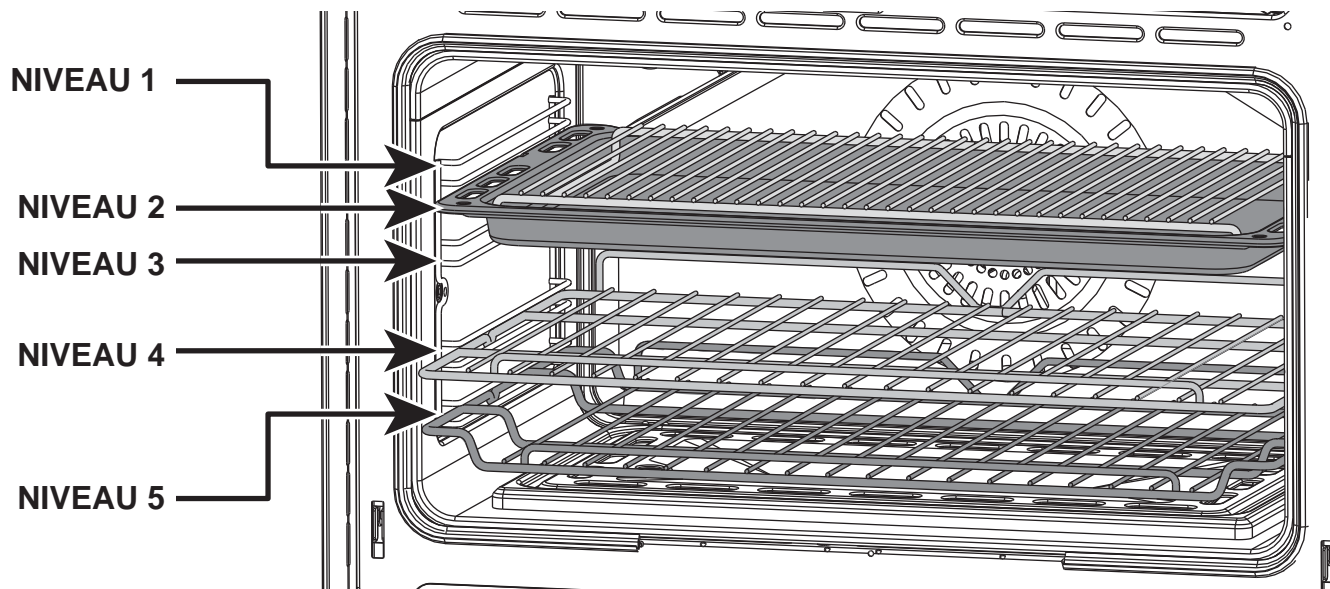
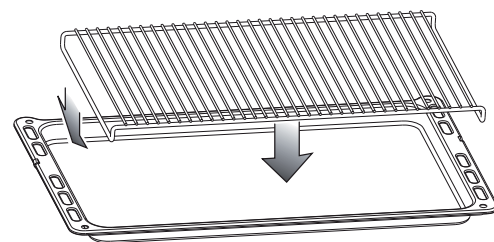

Fig. 4.3
Fig. 4.4
- Positionnez la lèchefrite sur le premier ou le deuxième support à partir du haut (fig. 4.3).
- Introduisez la lèchefrite (fig. 4.4) dans le four. La lèchefrite devrait être centrée avec l'élément du gril (fig. 4.3).